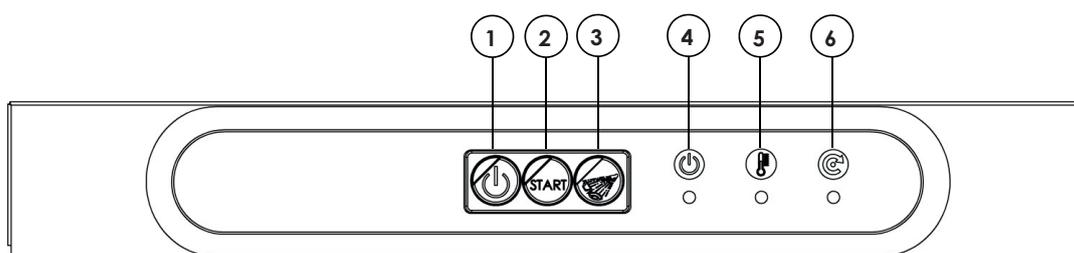
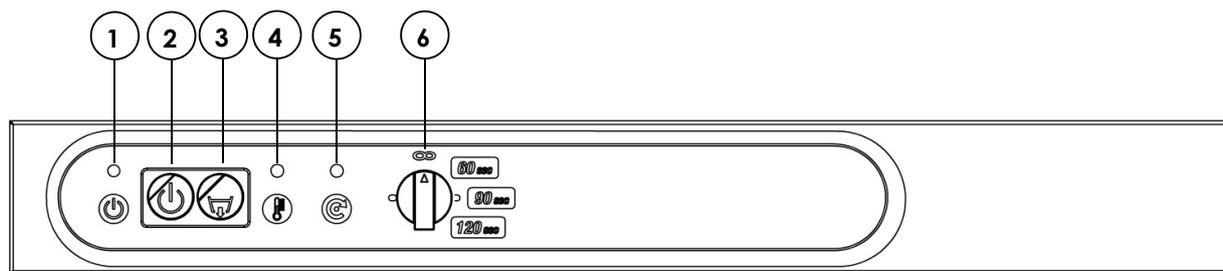

Fig. 14a
Fig. 14c
Nas fig.14a, 14b e 14c são ilustrados os comandos da máquina de lavar louça e as referências dos comandos com base no modelo da máquina e na presença ou não da bomba de descarga.
Máquinas de lavar louças com carga frontal (ref. fig. 14a ou 14b)	Máquina de lavar pratos com cobertura (ref. fig. 14c)
5. Selecção dos tempos de lavagem		<p>Antes de iniciar a lavagem, seleccionar o tempo de lavagem desejado com o SELETOR DE TEMPO DE LAVAGEM (6).</p> <p>Posiç. 1: Lavagem 45 seg. Enxaguamento 15 seg. Ciclo total 60 seg.</p> <p>Posiç. 2: Lavagem 75 seg. Enxaguamento 15 seg. Ciclo total 90 seg.</p> <p>Posiç. 3: Lavagem 105 seg. Enxaguamento 15 seg. Ciclo total 120 seg.</p> <p>Posiç. O: O posicionamento O é uma posição que FIXA a função em curso da máquina de lavar louça: - se a máquina estiver em lavagem, continuará a lavagem infinitamente; - se a máquina estiver em enxaguamento, continuará o enxaguamento infinitamente; - se a máquina estiver em pausa, não se ativa ao abrir e fechar a cobertura.</p>
6. Lavagem	<p>Abrir a porta, introduzir o cesto com a louça (certificando-se de que a disposição da louça respeita o que está descrito no par. 3.4 – SEGUNDA PARTE), fechar a porta e pressionar o BOTÃO DE ATIVAÇÃO DE CICLO (2) para ativar a fase de lavagem: o LED DE CICLO ATIVADO (6) acende. O ciclo termina quando o LED DE CICLO ATIVADO (6) apagar.</p>	<p>Levantar a cobertura, introduzir o cesto com a louça (certificando-se de que a disposição da louça respeita o que foi descrito no par. 3.4 – SEGUNDA PARTE), baixar a cobertura e pressionar o manípulo de fecho da cobertura para baixo: o LED DE CICLO ATIVADO (5) acende. O ciclo de lavagem/enxaguamento inicia automaticamente. O ciclo termina quando o LED DE CICLO ATIVADO (5) apagar.</p>
7. Enxaguamento suplementar	<p>Se a máquina de lavar louça for predisposta para a ativação manual de enxaguamento (fig.14a) e se desejar efectuar um ulterior enxaguamento, manter pressionado o BOTÃO DE ENXAGUAMENTO MANUAL (3) para o tempo desejado de enxaguamento.</p>
1. desligar a máquina de lavar louça (utilizando os INTERRUPTORES DE ATIVAÇÃO (2), ver par. 14a, 14b ou 2 fig. 14c)